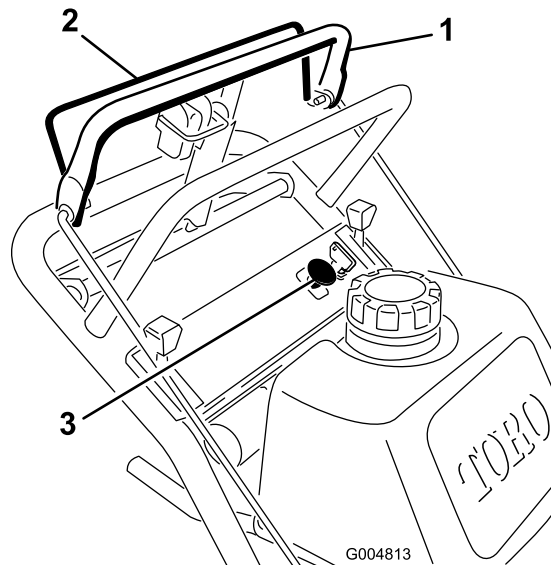

Figura 17
1. Suelte la barra de control superior para parar la máquina (Figura 17).
2. Para engranar la cuchilla, apriete la barra de control de las cuchillas contra la barra de control superior (Figura 17).
Suelte la barra de control de las cuchillas para desengranar las cuchillas (Figura 17).